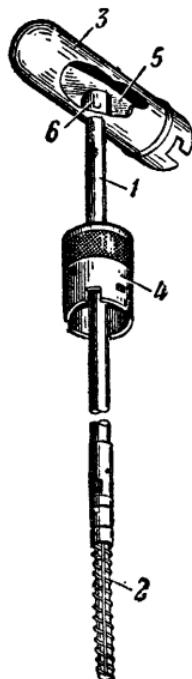

Рис. 46. Принадлежность автомата, подготовленная для чистки:
- 3) Осмотреть принадлежность, как указано в ст. 68, и подготовить ее для использования при чистке (рис. 46).